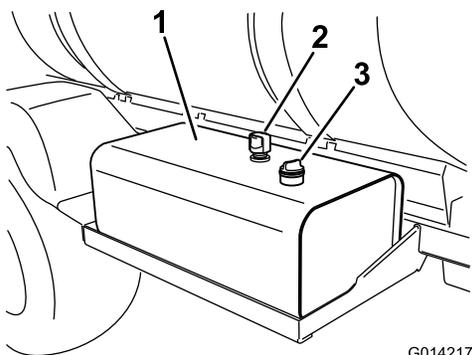

Figure 58
3. Nettoyez la surface autour du bouchon/jauge du réservoir d'huile hydraulique et enlevez-le (Figure 58).